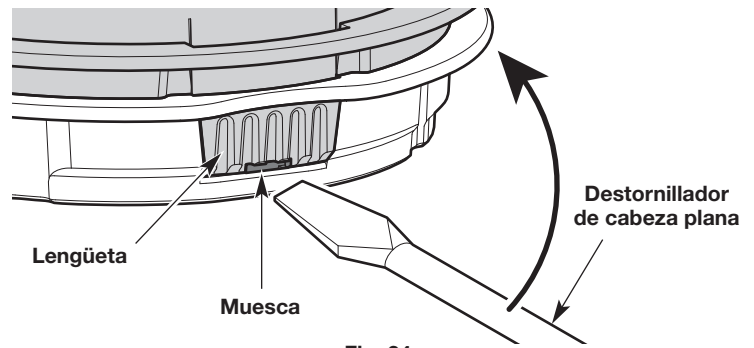

Fig. 24
- a. Inserte un destornillador de cabeza plana en la ranura de la lengüeta (Fig. 24).
- b. Incline levemente el destornillador hacia arriba y sosténgalo en el lugar (Fig. 24).